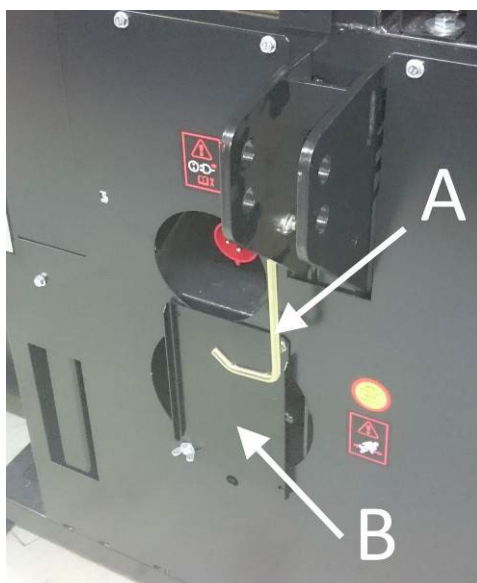

Bild 9.
3.10 Maskinen har en spärr mot dubbelanvändning, bild 9